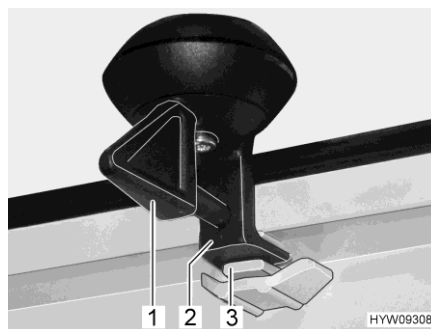

Bild 30 Verriegelung (Lüftungsstellung)
- Den Hebel (Bild 30,1) eine viertel Umdrehung drehen. Die Verriegelung (Bild 30,2) muss in die obere Aussparung (Bild 30,3) gleiten.